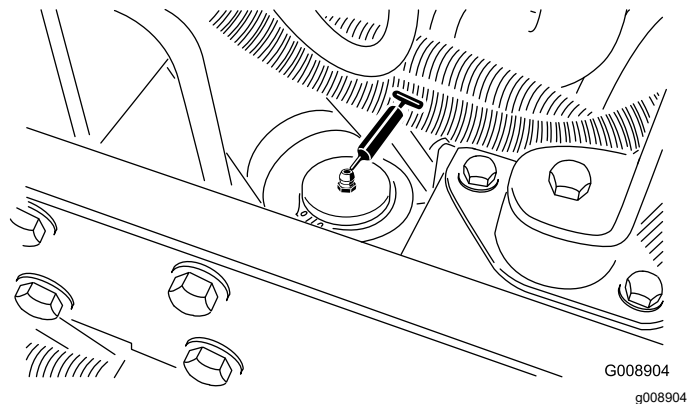

Figura 42
- Cilindro de dirección (Figura 42).